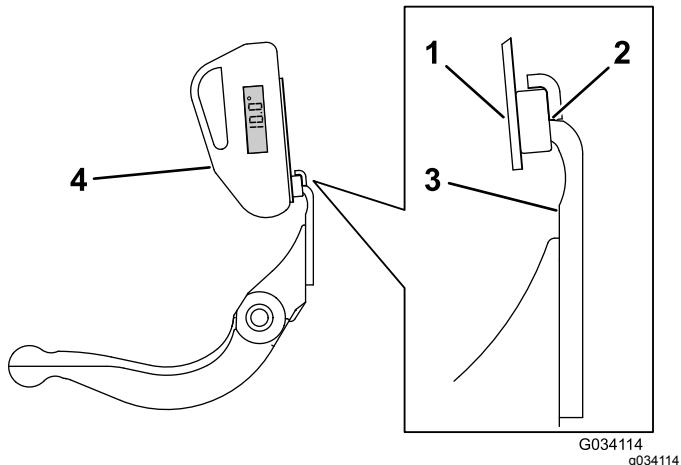

Figura 13
3. Coloque o suporte do indicador do ângulo na extremidade da lâmina de corte de modo a que a extremidade do íman coincida com a extremidade da lâmina de corte (Figura 13).
4. Coloque o indicador do ângulo no suporte, como se mostra na Figura 13.